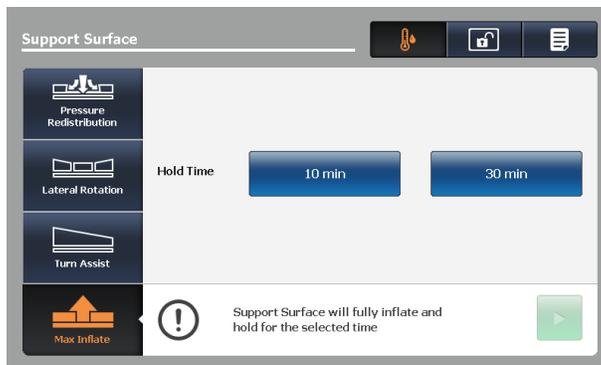

Figure 65 : Écran de gonflage maximum
1. Toucher **Max Inflate** (Gonflage maximum) (Figure 65 à la page 76).